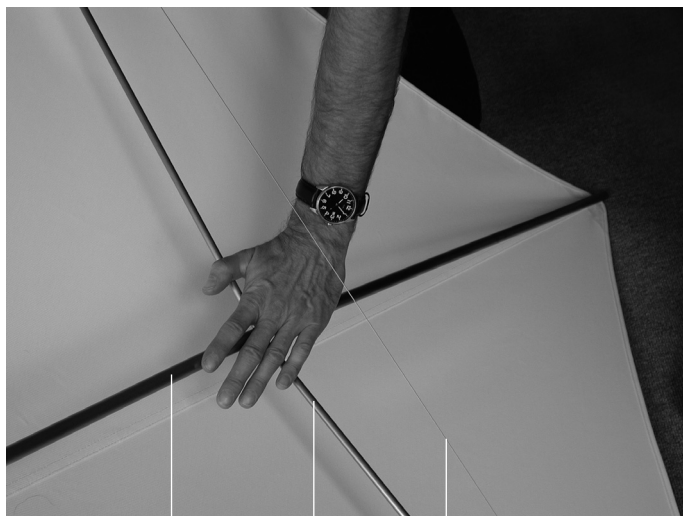

Fig. 43
Étapes du montage (voir Fig. 43 à 44)
- F02 Appuyer le mât [01] et les traverses [02] doucement vers le bas au niveau du point de croisement (voir Fig. 43).